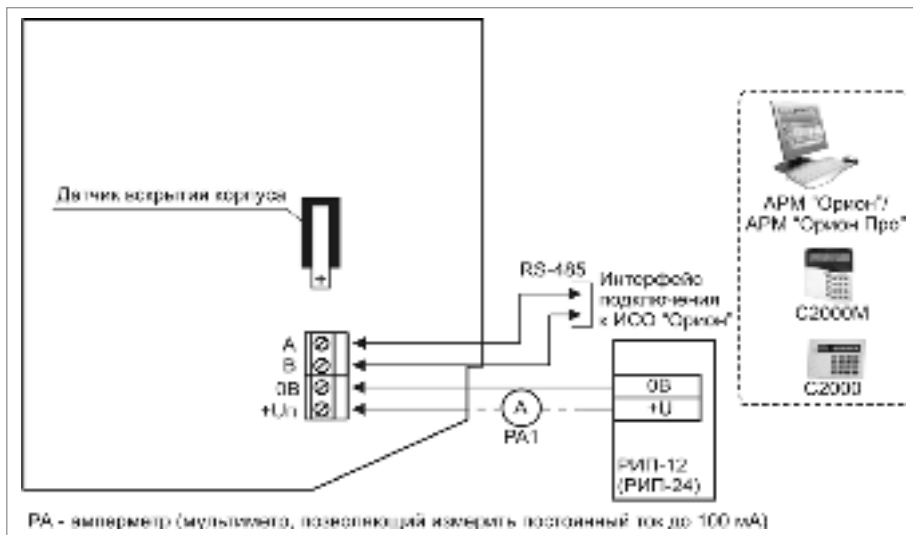

Рисунок 5. Схема внешних соединений клавиатуры «С2000-КС»
3. Подключение соединительных линий выполняйте в соответствии с проектной документацией и схемой на рис. 5.